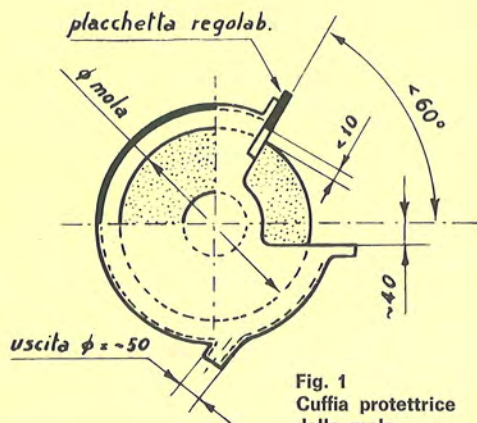

Fig. 1
- a) *utensili*: raschietti triangolari ed a cucchiaio (fig. 1);
- la cuffia di protezione deve coprire la mola per $3/4$ della superficie (fig. 1);
a) *Punta ad elica* (fig. 1)